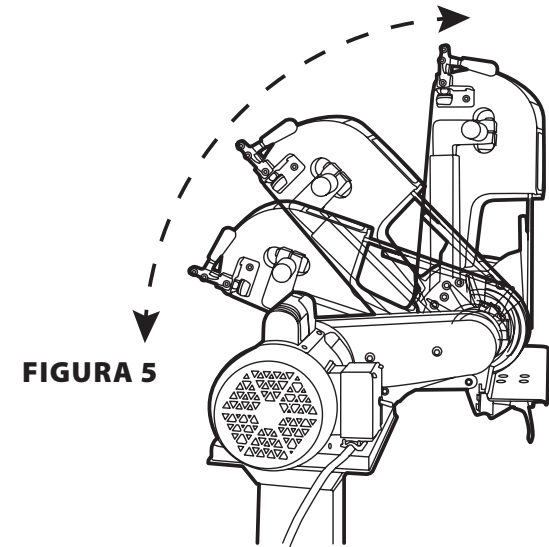
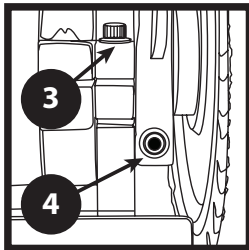

FIGURA 5
FIGURA 2
2. Coloque el tornillo Allen de 5/16" que fija el brazo de soporte de la mesa al bastidor y aflójelo. (Figura 2)
4. A continuación, afloje el perno de seguridad de la rueda de contacto con una llave Allen de 3/16". Así será posible ajustar la máquina a las posiciones vertical u horizontal (Figura 5) al moverla y ajustarla. Tenga cuidado de no sobreajustar los tornillos Allen. Como regla general, un giro ajustado de 1/4 será suficiente. (Figura 2)
1. Con ayuda de una llave Allen de 5/16", afloje el perno sujeta el bastidor de soporte principal de la máquina (véase la Figura 2).